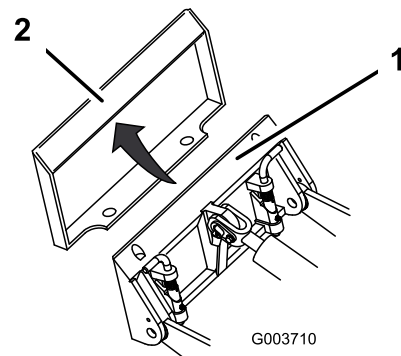

Figura 16
4. Coloque la placa de montaje debajo del reborde superior de la placa receptora del accesorio (Figura 16).